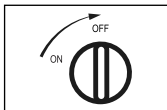

Fig. 5
1. Tournez le bouton sur "OFF" pour couper l'arrivée de gaz [Fig. 5]. Attendez que la flamme s'éteigne complètement avant de passer à l'étape suivante.